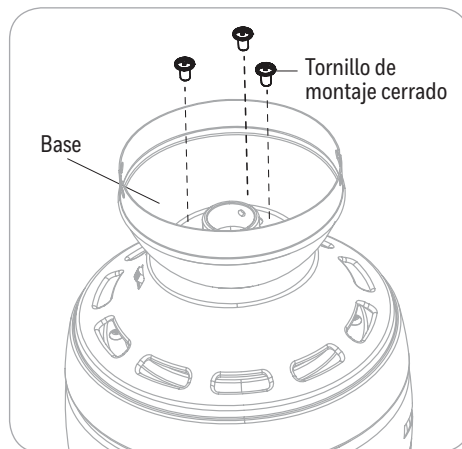

Figura 4.2
2. Retire tres tornillos de montaje cerrado con cabeza Phillips de la parte superior del ensamblaje del motor. Luego, alinee los orificios de la parte inferior de la base con los orificios para tornillo de la parte superior de la carcasa del motor. Los orificios más grandes de la base incluirán a los tres tornillos preinstalados. Fije la base a la parte superior de la carcasa del motor con los tornillos de montaje cerrado (Figura 4.2).